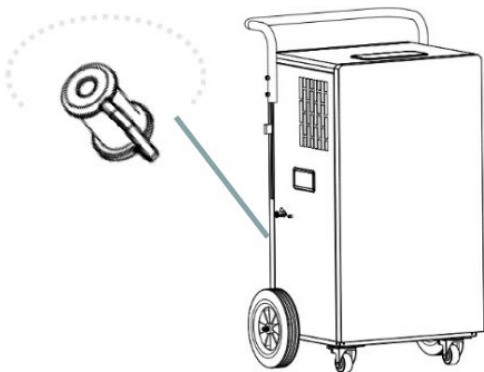

Fig. 3
1. Retirez le bouchon d'eau de la sortie du continu vidange. (fig.3)